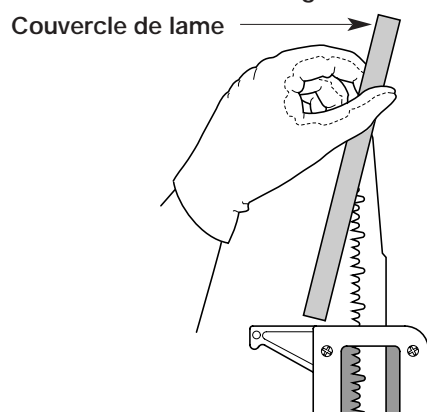

Fig. 3
4. Avant de faire marcher l'appareil, retirez complètement le couvercle de la lame (fig. 3). Rangez-le pour un usage ultérieur.